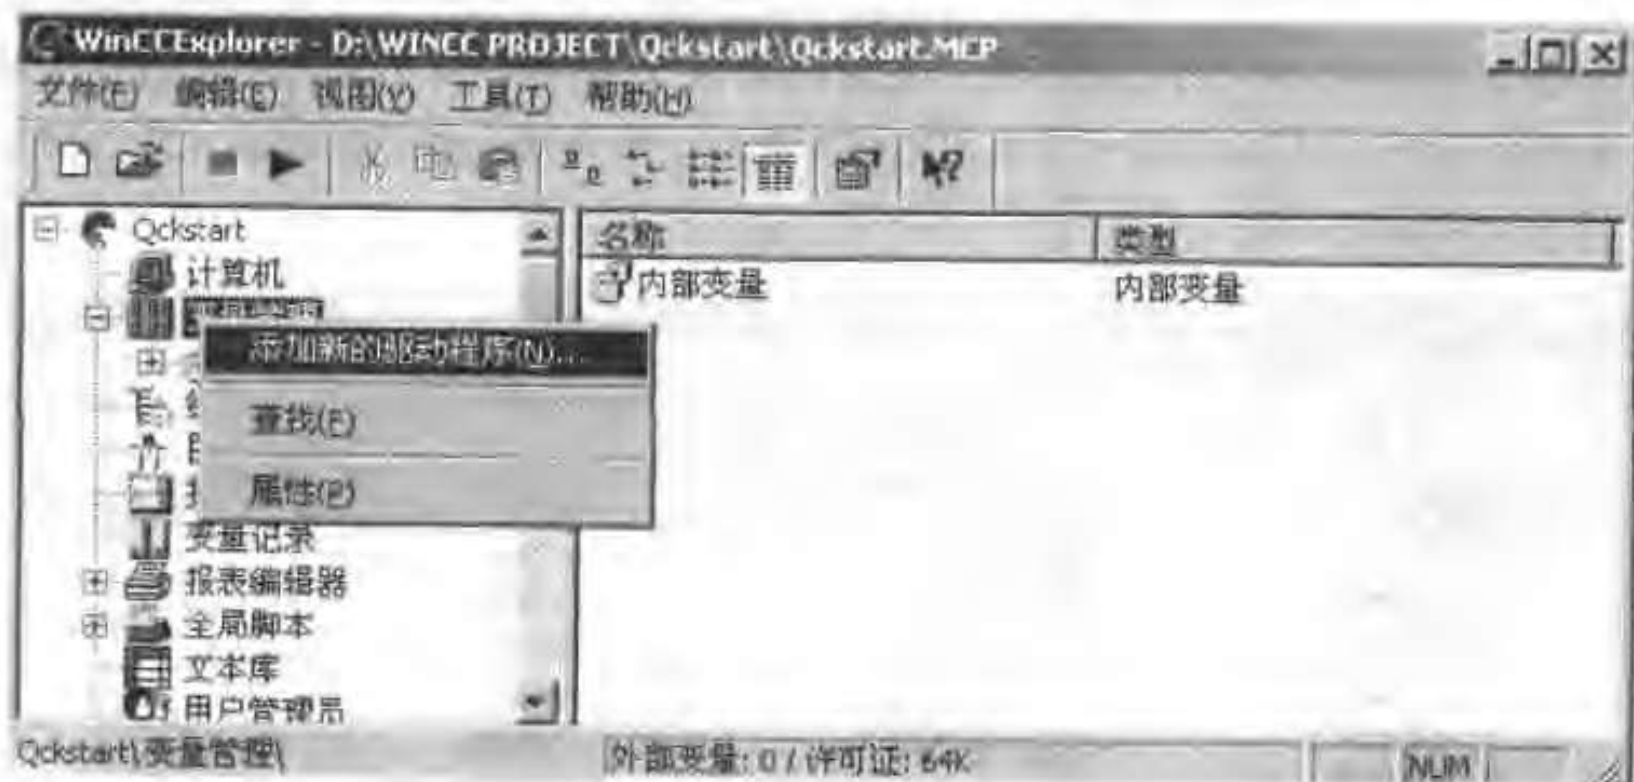

图 3-3 添加一个通讯驱动程序
- 添加一个通讯驱动程序,右击浏览窗口中的“变量管理”,在快捷菜单中选择“添加新的驱动程序”,菜单项如图 3-3 所示。